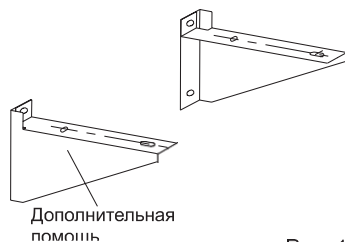

Рис. 10
- Если необходимы установочные кронштейны для установки наружного блока, пользователь может купить кронштейны в нашей компании (Рис. 10а).